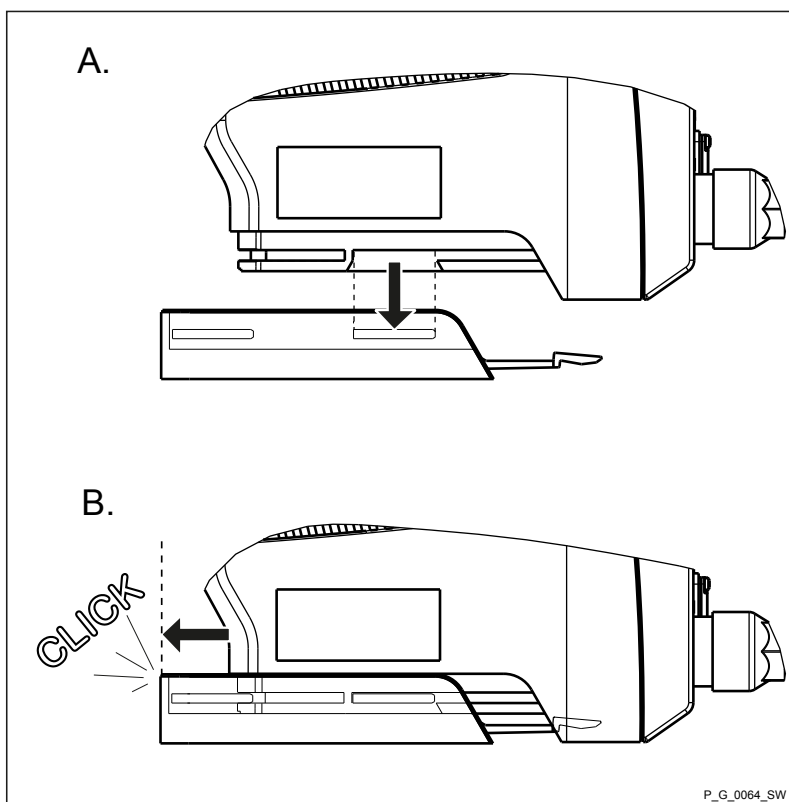

Рис. 9
3. ➤ Крепление дозирующего насоса с основанием на монтажной плите см. в weitere Informationen Рис. 9.